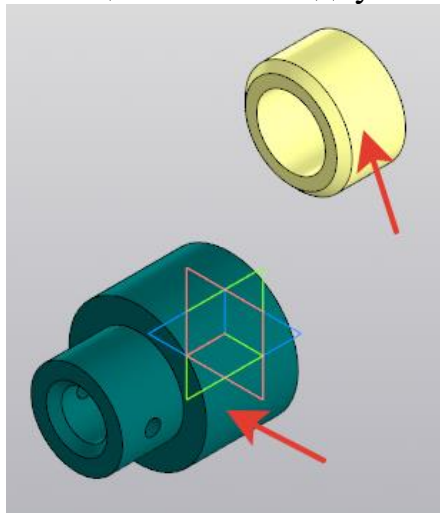

Рисунок 150.
2. На панели инструментов **Размещение компонентов** - выберите  **Соосность**. В **Параметрах** - **Объект 1** – указать цилиндрическую часть кольца, **Объект 2** – цилиндрическую часть корпуса. **Создать объект**  (рисунок 150).